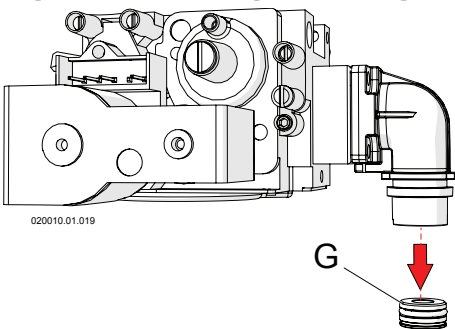

Figure 14-4 - Remplacement de la buse du gaz
- 7 - Remplacer la buse « G » de la figure 14-4 avec celle présente dans le kit en vérifiant la correspondance du diamètre dans le tableau 14-8 ;